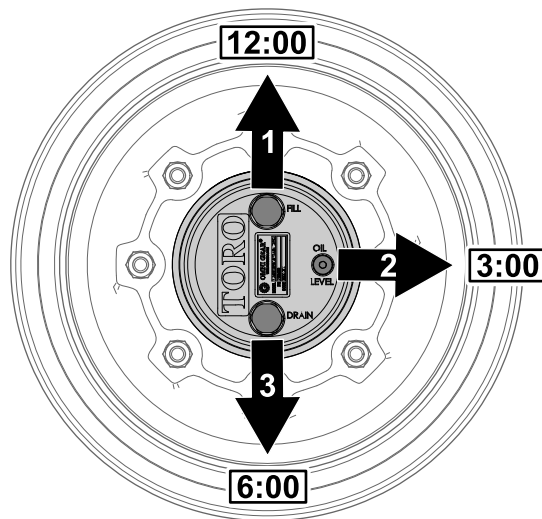

図 98
1. 水平な床面で、補給プラグが時計の12時の位置、点検プラグが3時、ドレンプラグが6時の位置を指すように駐車する 図 98。
2. 3時の位置にある点検プラグを外す 図 98。
1. 水平な床面で、補給プラグが時計の 12 時の位置、点検プラグが 3 時、ドレンプラグが 6 時の位置を指すように駐車する 図 98 プラネタリギアオイルの点検 \(ページ 63\) を参照。